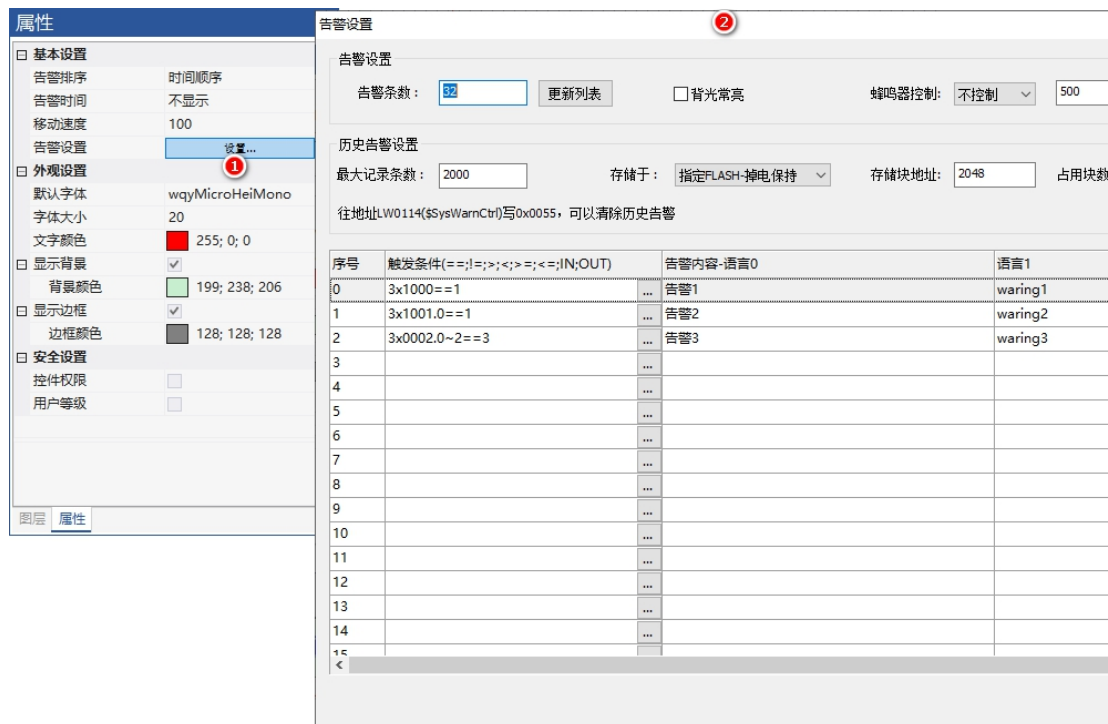

图 5-5 设置告警
4. 告警设置：设置告警的内容，如下图 5-5 所示，详细说明参考“5.3 告警设置”；